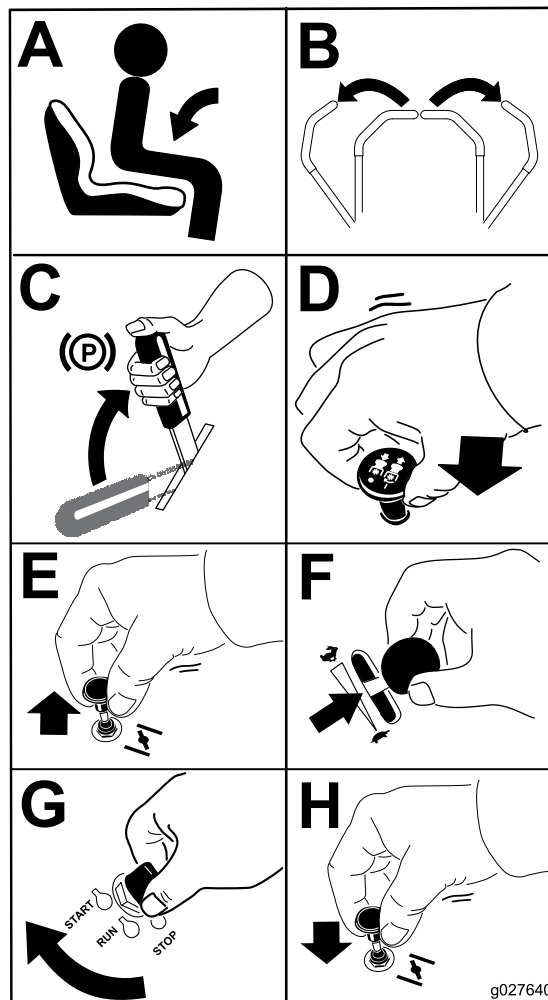

Figura 16
**Nota:** Si el motor está caliente, puede no ser necesario usar el estérter (Figura 16).